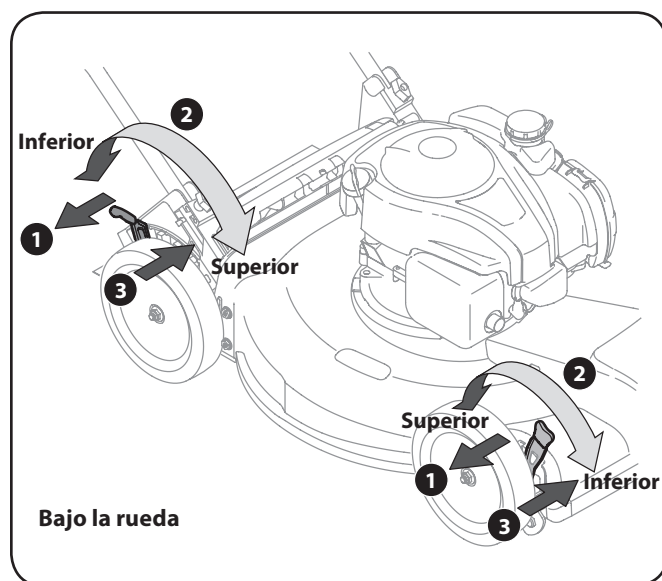
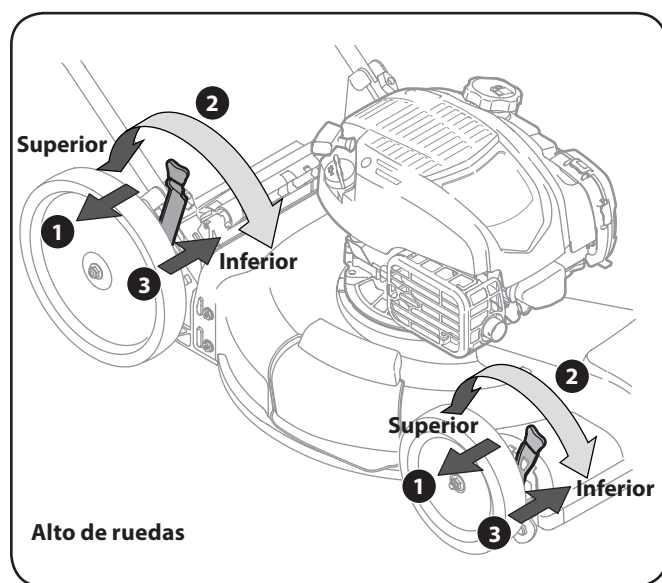

Figura 3-10
Figura 3-11
2. Muévela a cualquier de las posiciones para la altura de corte deseado. Vea Figura 3-10 y Figura 3-11.